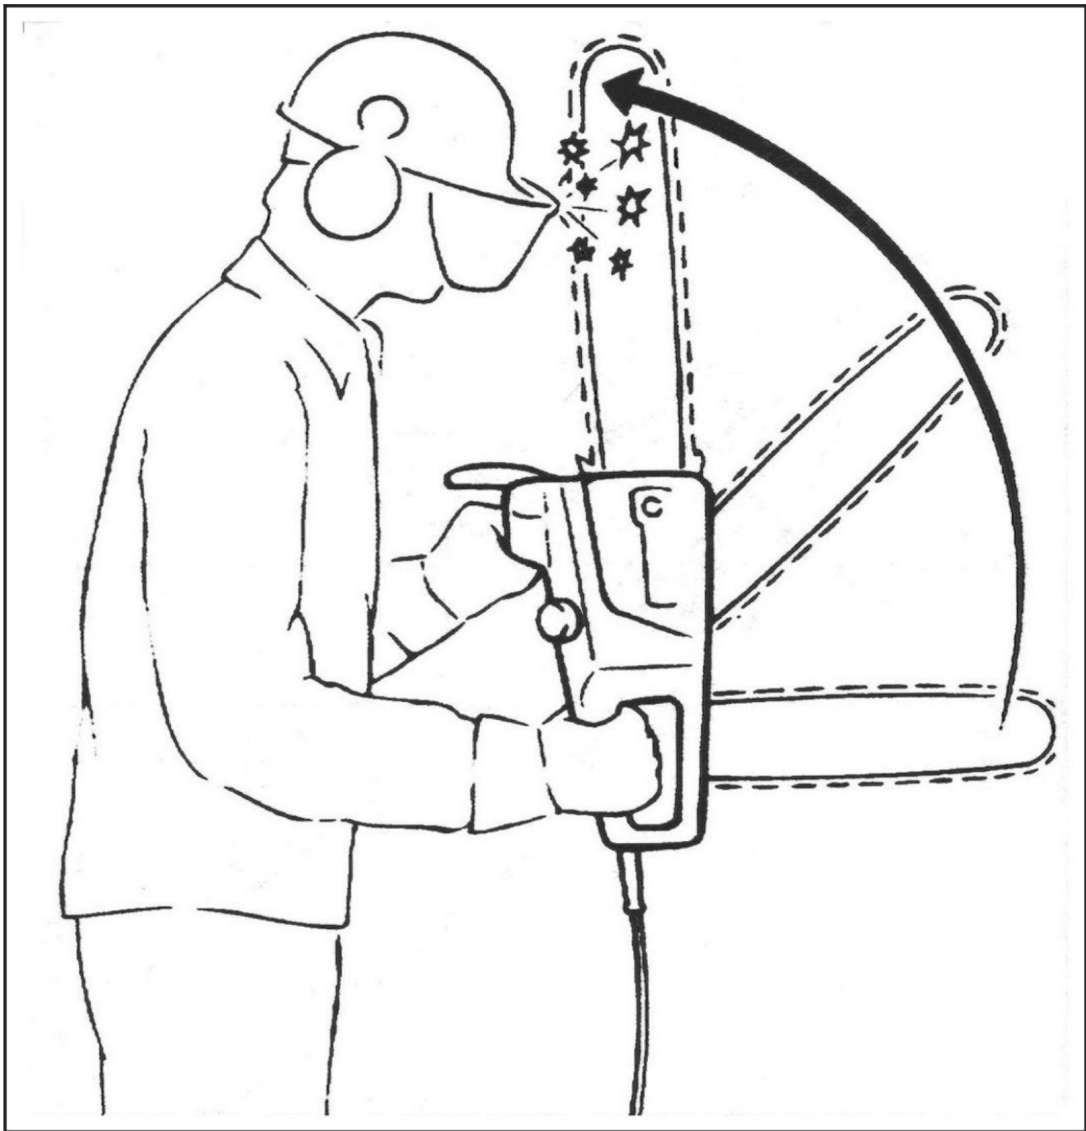

Рисунок 3
2.15 Остерегайтесь отскока пилы. Отскок может возникать в случае, если конец шины входит в соприкосновение с каким-либо посторонним предметом в процессе распиловки, а также при зажиме шины с цепью в распиливаемом бревне. Это будет приводить к резкому перемещению (отскоку) шины вверх и назад в сторону работающего (рисунок 3). Отскок может приводить к потере контроля управления пилой и к травмам.